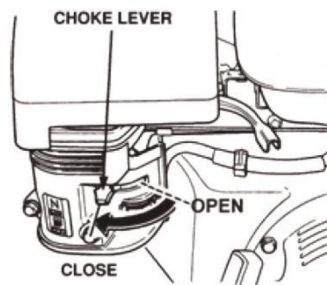

ABB.7
9.3 Bringen Sie den Choke-Hebel (ABB. 7) beim Starten in die Position „GESCHLOSSEN“.
9.7 Wenn der Motor angesprungen ist, stellen Sie den Choke-Hebel (ABB. 7) langsam wieder auf die Position Freie Stelle. Wenn der Motor nicht gestartet ist, wiederholen Sie die Schritte 1 bis 6.